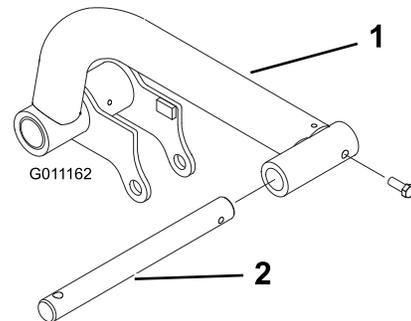

Рисунок 9
1. Вставьте ось поворота в каждый подъемный рычаг и совместите монтажные отверстия (Рисунок 9).